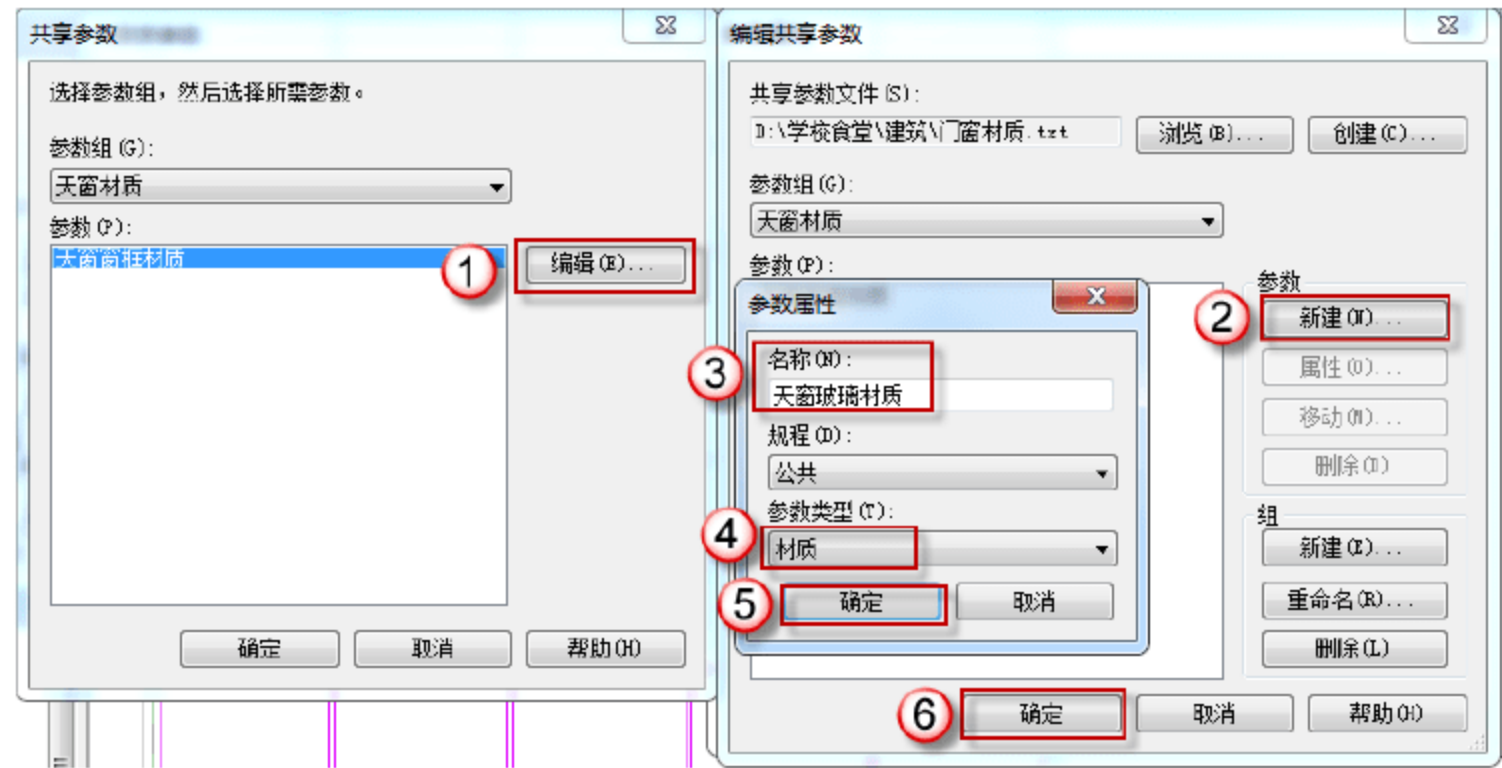

图 12.1.44 编辑“共享参数”
(18) 编辑“共享参数”。在弹出的“共享参数”对话框中，单击“编辑”按钮，进入“编辑共享参数”对话框，单击“新建”按钮，在弹出的“参数属性”对话框中输入“天窗玻璃材质”字样，在“参数类型”中选择“材质”，单击“确定”按钮，返回到“编辑共享参数”对话框，单击“确定”按钮，如图 12.1.44 所示。